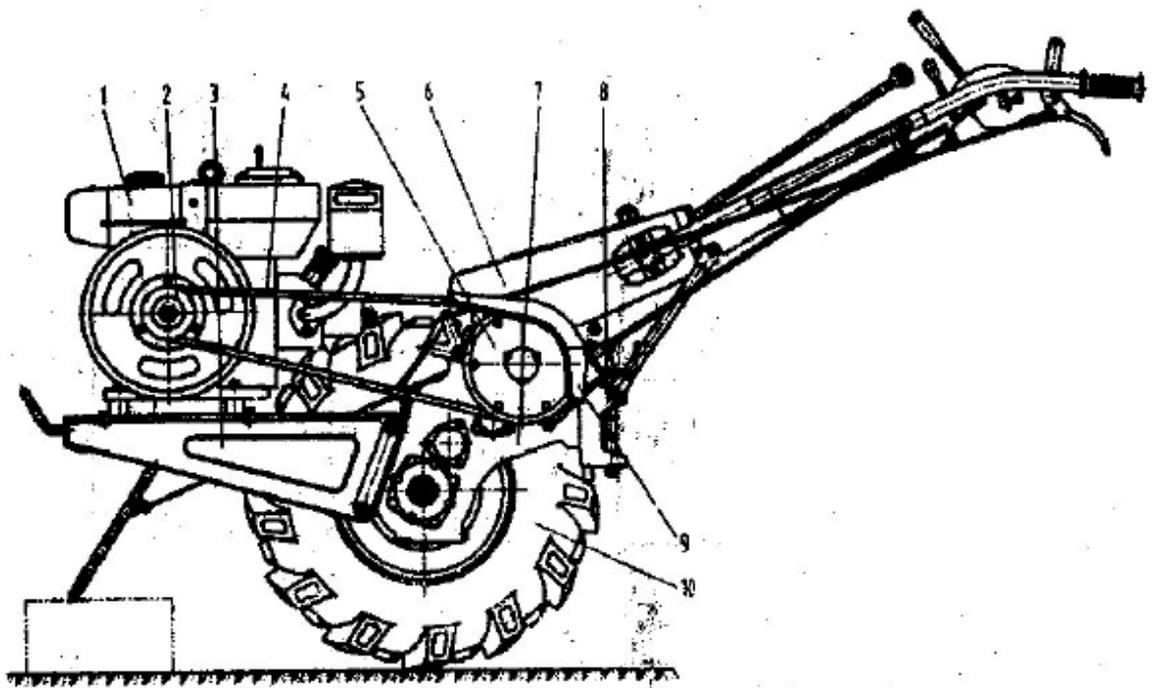

Рис. 1 Внешний вид и основные детали модели LX 1090D
1. Изображение и наименования основных деталей и компонентов (Рис. 1)